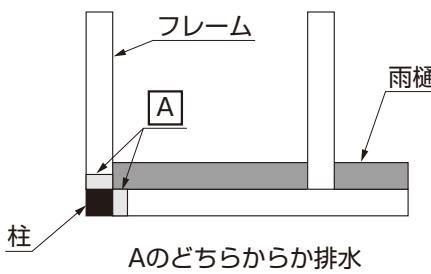
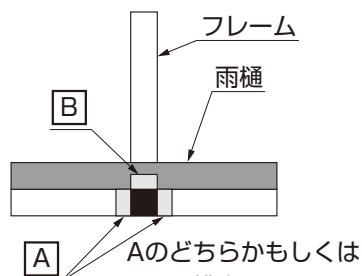
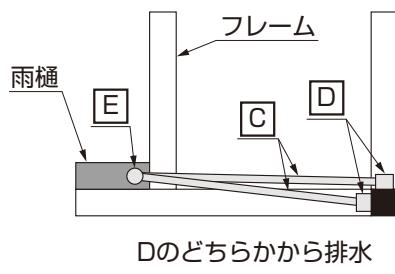

図1-13 雨樋端部の角の柱に排水する場合
図1-14 雨樋中間部の柱に排水する場合
図1-15 雨樋から離れた柱に排水する場合
- 雨水の排水箇所（化粧樋設置箇所）は、状況により図のように3つから選択してください。（図1-13、図1-14、図1-15参照）
- 220フレームにフリールーフを取付けた場合は、図1-15の納まりにしてください。
- ルーフ本体を接続する場合は、接続したフレーム部の柱ピッチの制限が変わります。(図1-15参照)